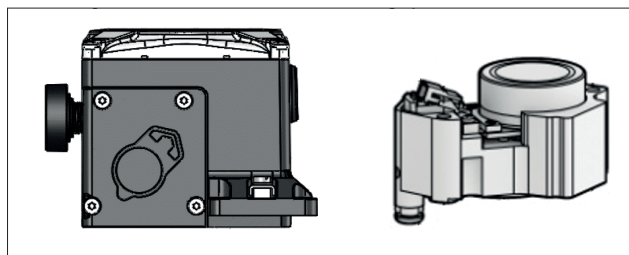

Fig. 90. NDX1510_ localização do pré-estágio.
- sob a tampa do pré-estágio com o símbolo do pré-estágio (Fig. 90)